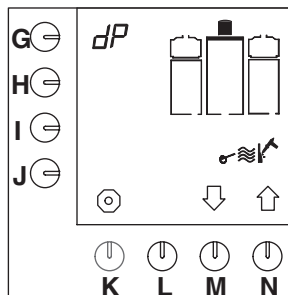

Fig. 15 Start ontcalcingsprogramma koffiezetstelsysteem
- Het ontcalcingsprogramma verschijnt in het display (fig. 15).
- houdt programmeertoets (G.) ingedrukt, totdat fig.15 weer in het display verschijnt.